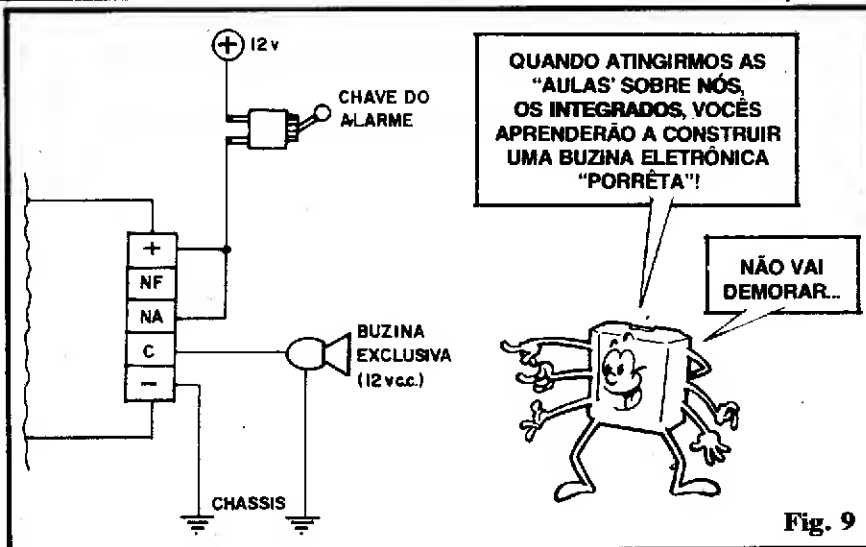

Fig. 9
- **FIG. 9** - Uma interessante opção para instalação, que evita quase completamente qualquer "mexida" no sistema elétrico original do veículo (salvo as inevitáveis conexões de alimentação...): uma buzina **exclusiva**, eletro-magnética ou eletrônica (totalmente independente da buzina original do veículo, e que pode ser adquirida pronta em casas de peças para carro/moto...) poderá funcionar anexa ao MP-18! Nesse caso, para simplificar ainda mais a fiação geral, a alimentação de 12V **positivos** para o ponto "NA" poderá ser "puxada" diretamente do ponto "+" do próprio MP-18. A cabagem do **positivo** (com a chave intercalada) deve, então, ter calibre suficiente para a passagem da